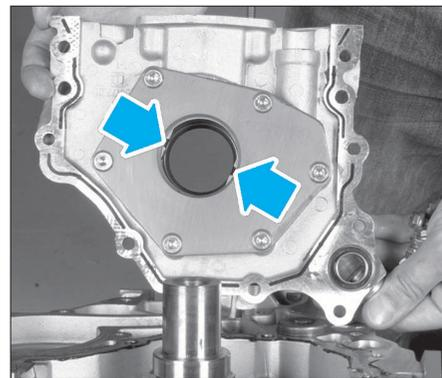

FIG. 30
• Poser un joint torique neuf, puis engager la pompe à huile sur le vilebrequin en alignant les deux méplats de la pompe sur ceux du vilebrequin (Fig.30).